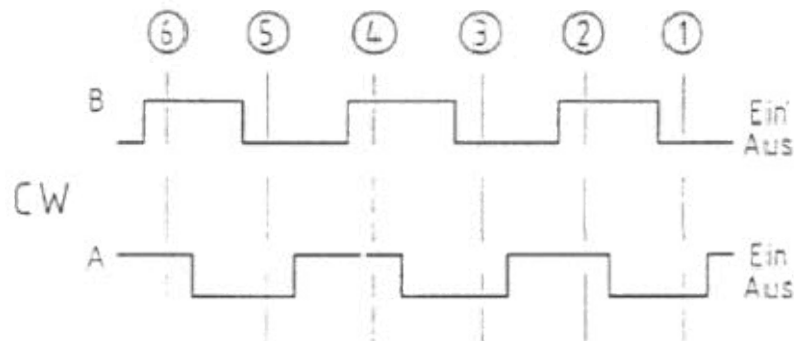

Bild 3: Taktmuster bei einer Drehung im Uhrzeigersinn
- Bei einer Drehung im Uhrzeigersinn (Bild 3) ändert der Drehimpulsgeber zuerst Pin A. Ca. 6 ms später Pin B.